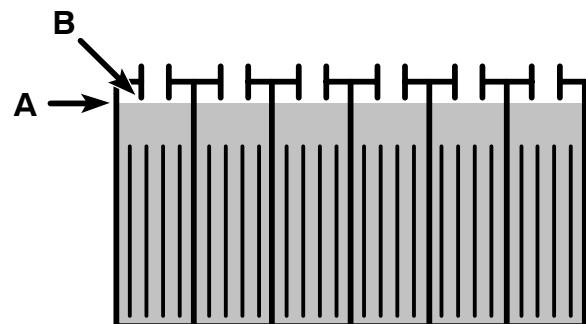

FIG. 57
3. Après la mise en charge des batteries, vérifiez le niveau d'électrolyte (A) **dans chaque élément de batterie**. Le niveau doit se trouver environ à 1 cm du bord inférieur de l'orifice de remplissage (B). Ajoutez de l'eau distillée si nécessaire (Figure 57). **NE REMPLISSEZ PAS TROP.**